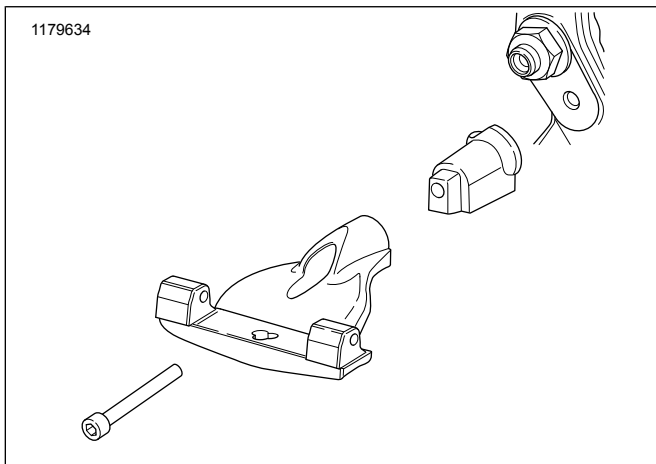
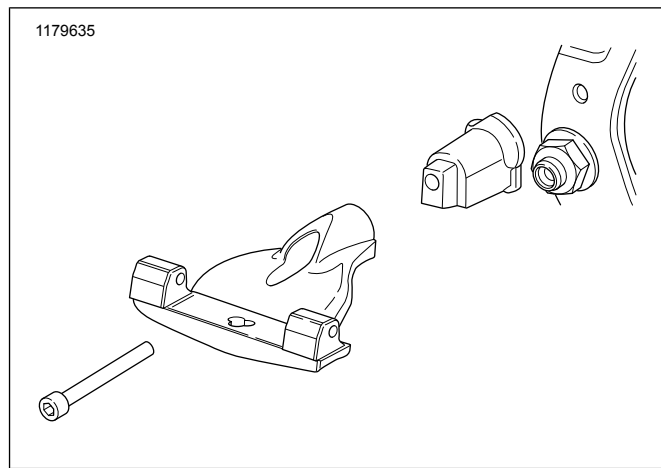

Figura 4. Instalação do lado esquerdo: FXBR/S, FXBB, FLFB/S, FLSL, FXLR
Figura 5. Instalação do lado esquerdo: FLSB, FLHC, FLDE
2. **Para modelos FXBR/S, FXBB, FLFB/S, FLSL e FXLR,** veja Figura 4. **Para modelos FLSB, FLDE e FLHC,** veja Figura 5. Posicione o suporte do estribo. Aplique Loctite 243 Threadlocker no parafuso Allen e insira-o pelo conjunto do estribo e do adaptador correto no furo de montagem.